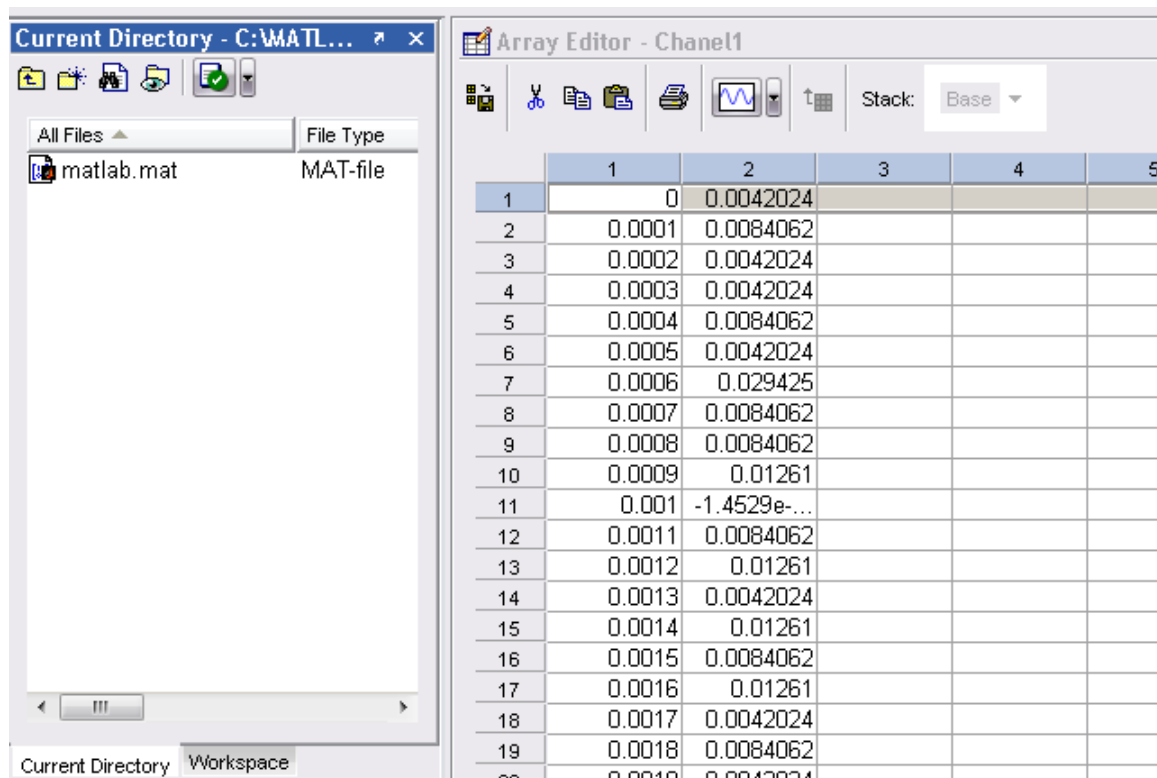

Рисунок 8.1 – Вікно **Current Directory**
2. Створити матрицю що містить два стовпчики. Один – це шаг запису аналогового сигналу (частота дискретизації), другий – відповідні значення амплітуди, що відповідають шагу запису сигналу. У вікні **Current Directory** показано ім'я файлу `matlab.mat` (рисунок 8.1).